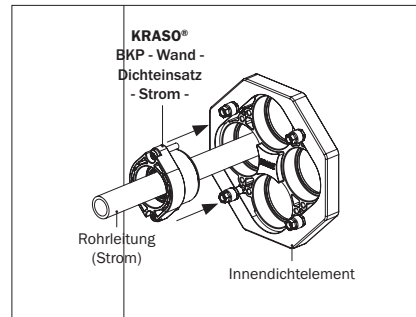

Abbildung 14.3: Montage KRASO® BKP - Wand - Dichteinsatz - Strom - innenseitig
- Schieben Sie den **KRASO® BKP - Wand - Dichteinsatz - Strom** - mit der Gummidichtung voraus über die Rohrleitung bis in das Innendichteelement des **KRASO® Bauherren-Komfortpakets - Wand**-. Beachten Sie, dass die Schraublöcher am Dichteinsatz und die Kernlöcher im Innendichteelement übereinander liegen (s. Abbildung 14.3).